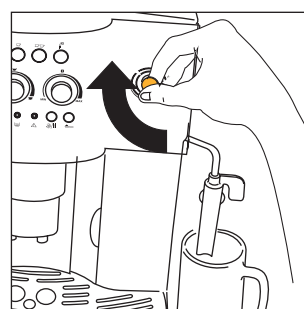

Fig.6
4. Ao fim de alguns segundos, sairá um pouco de água através do emulsificador de cappuccinos. Quando a chávena estiver com cerca de 30cc, rode até meio o botão do vapor para a direita (fig. 6), até ao limite máximo, para interromper a saída da água.
- Para interromper a saída da água quente, rode o botão para a direita até ao limite máximo (fig. 6) e coloque novamente o emulsionador de cappuccinos na posição original, virado para o centro da máquina.
- Empurre o emulsionador de cappuccinos para fora (fig. 6).
- De seguida, interrompa a ejeção rodando o botão para a direita até ao limite máximo (fig. 6)
- Uma vez atingida a temperatura desejada, interrompa a extracção do vapor, rodando o botão do vapor para a direita, até ao limite máximo (fig. 6).